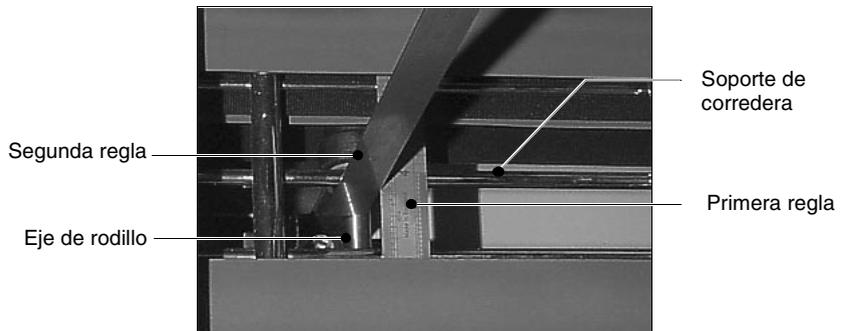

FIGURA 45
- Coloque la primera regla a través del soporte de corredera, de modo que quede sobre el eje de rodillo (véase la Figura 45).